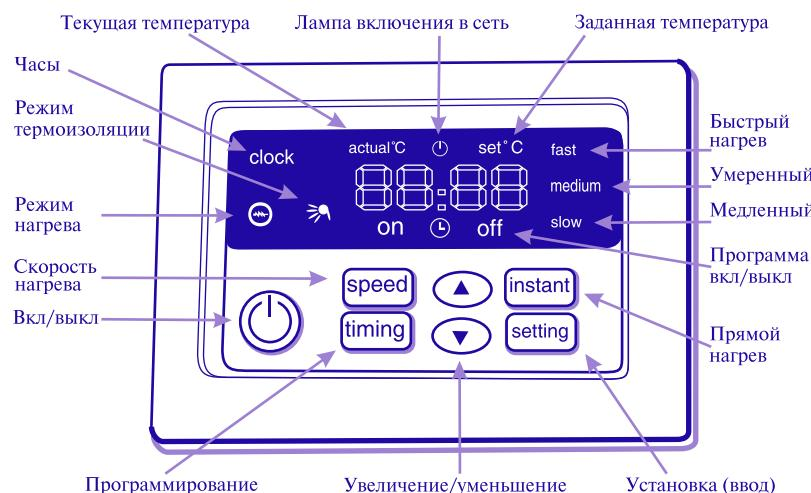

Рис.1. Расположение функциональных кнопок блока управления.
4.2. ЭВН укомплектован цифровым дисплеем с цветным экраном, на который выводится оперативная информация. Управление режимами работы, их программирование и изменение производится также с дисплея с помощью кнопок управления (см. Рис. 1).